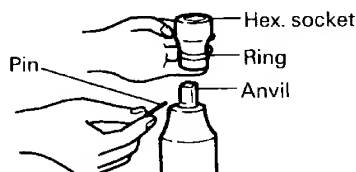

Fig. 1
### (1) Pin, O-ring type (WH22) (Fig. 1)